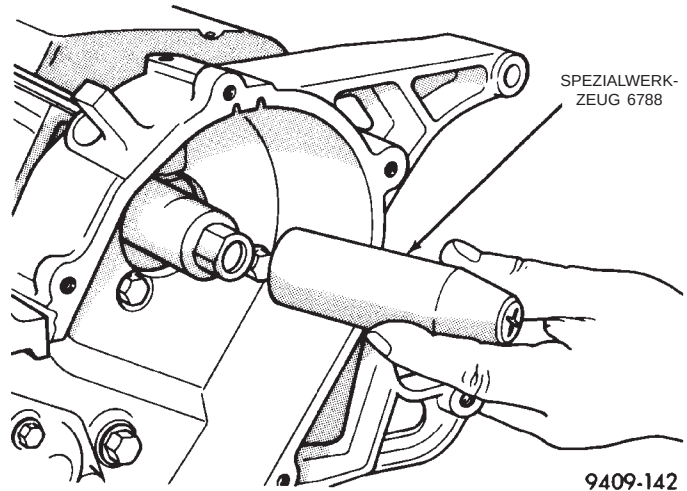
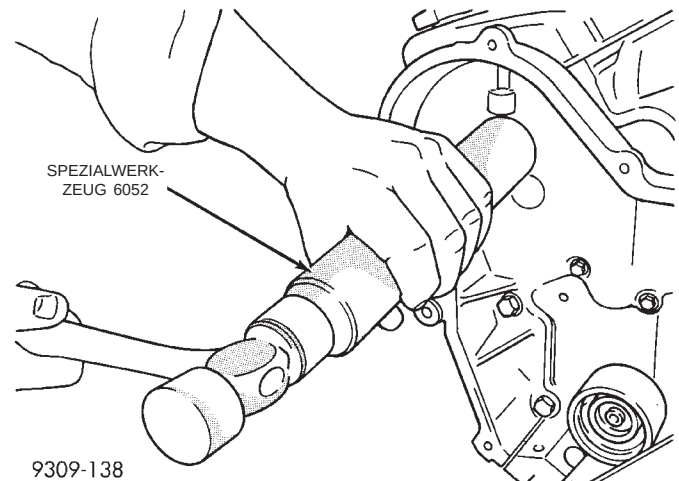

Abb. 76 Schutzhülse des Nockenwellendichtrings
Abb. 77 Nockenwellendichtring—Einbau
(1) Dichtlippe des Nockenwellendichtrings leicht mit Motoröl bestreichen.
(2) Wellendichtring mit Spezialwerkzeug 6788 (Dichtungsschutzhülse) (Abb. 76) und Einbauwerkzeug 6052 einbauen (Abb. 77).